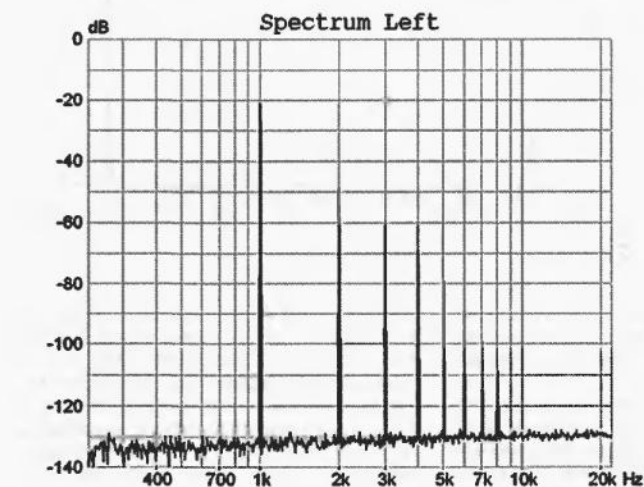

Рис. 7
1. Измерение гармонических искажений (THD). С генератора подавалась следующая смесь (соответственно частота/уровень): основная частота 1 кГц / -2 дБ и ее гармоники со второй по восьмую. Амплитуда гармоник с ростом номера линейно убывает от -60 дБ до -90 дБ (рис. 7). При формальной разрядности 16 бит SNR = 96 дБ, SINAD = 56 дБ, эффективное число бит равно 9, общие гармонические искажения равны 0,15 %. Такие результаты для SINAD и THD полностью соответствуют рассчитанным для данного сигнала исходя из формулы (2.2). Величина SNR соответствует сигналу основной частоты, оцифрованному идеальным АЦП.